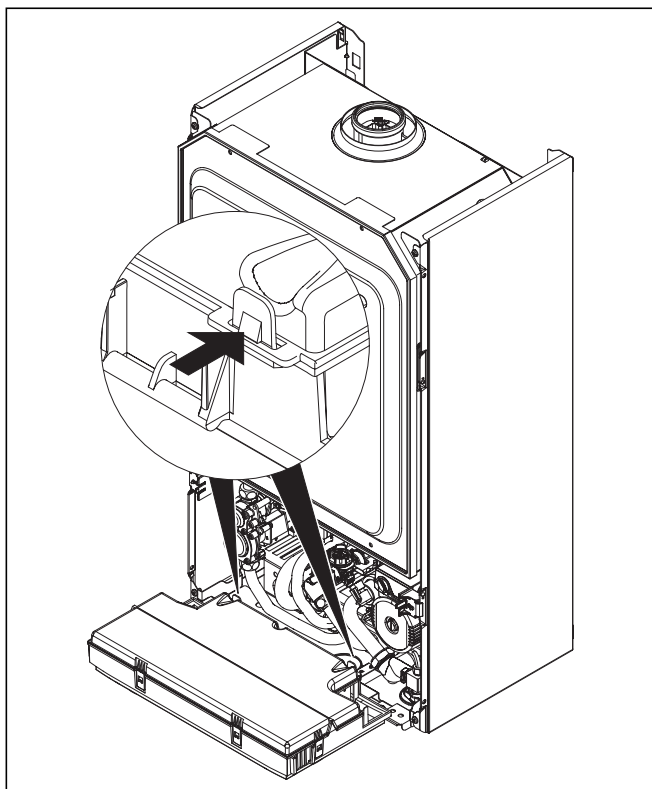

Fig. 5.7 Deschiderea peretelui posterior al pupitrului de comandă
- Pozați cablul de alimentare la rețea la suprafața de racordare în pupitrul de comandă ca în Fig. 5.7 și 5.8.